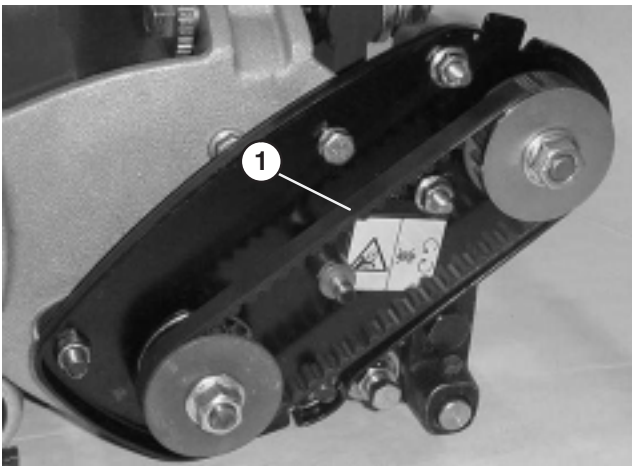

Figure 37
2. Contrôlez la tension de la courroie (Fig. 37) en exerçant une force de $1,8 \pm 0,45$ kg à mi-distance entre les poulies. La courroie doit présenter une flèche de 6,4 mm. Si ce n'est pas le cas, passez au point suivant,